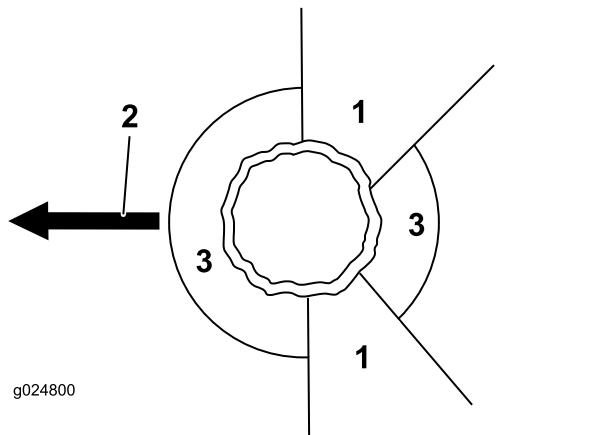

Figura 15
- Individuate una via di fuga sgombra e sicura lungo la quale allontanarsi dalla zona di pericolo; fate riferimento a Figura 15.